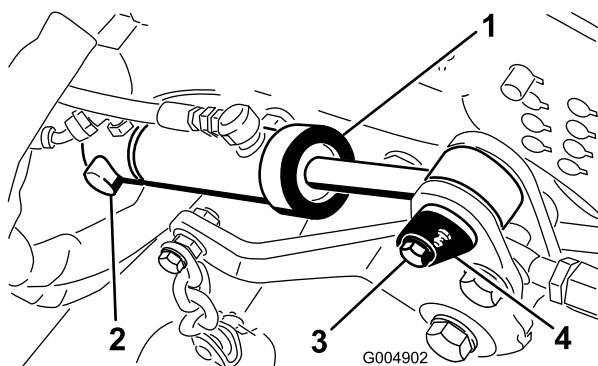

Figura 97
9. Retire el anillo de retención que sujeta el extremo trasero del cilindro de elevación de la carcasa al pasador de giro (Figura 97).
10. Retire el tornillo que sujeta el pasador de giro delantero del cilindro al bastidor de la carcasa de corte (Figura 97).
12. Retire el pasador de giro delantero y retire el cilindro del pasador trasero (Figura 97).